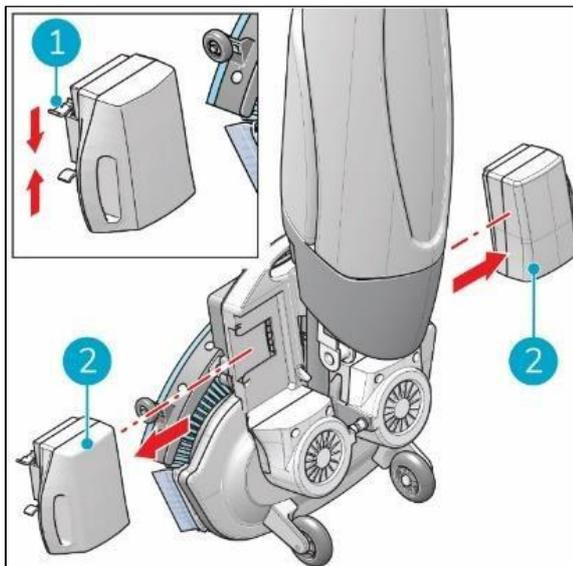

Figura 21
3. Premere i due perni di plastica verso l'interno (figura 21, punto 1) ed estrarre ogni batteria (figura 21, punto 2).